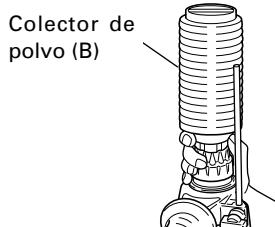

Fig. 5
7. Cuando instale la copa de polvo o el lector de polvo (B) (Accesorios facultativos)(Fig. 4, Fig. 5)
- Instalacion del colector de polvo (B)
Para emplear el colector de polvo (B), Insértelo desde la punta de la broca alineándolo con la ranura de la empuña (Fig. 5)